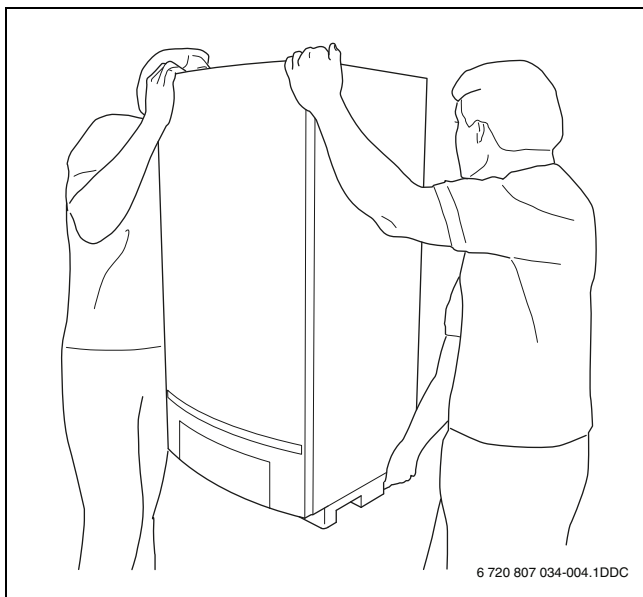

Bild 9 Korrekt sätt att lyfta och bära gaspannan
- Den kondenserande gaspannan får endast lyftas i sidorna och inte i panelen eller avgasrörsanslutningen (→ bild 9).